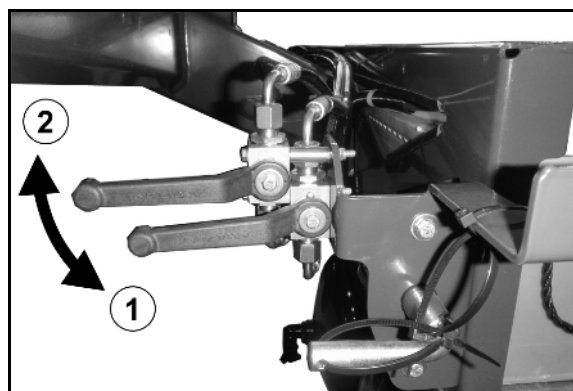

Fig. 26
- Åbn afspærringshanen på hydraulikblokken (Fig. 26/1).
- Luk afspærringshanen (Fig. 26/2):